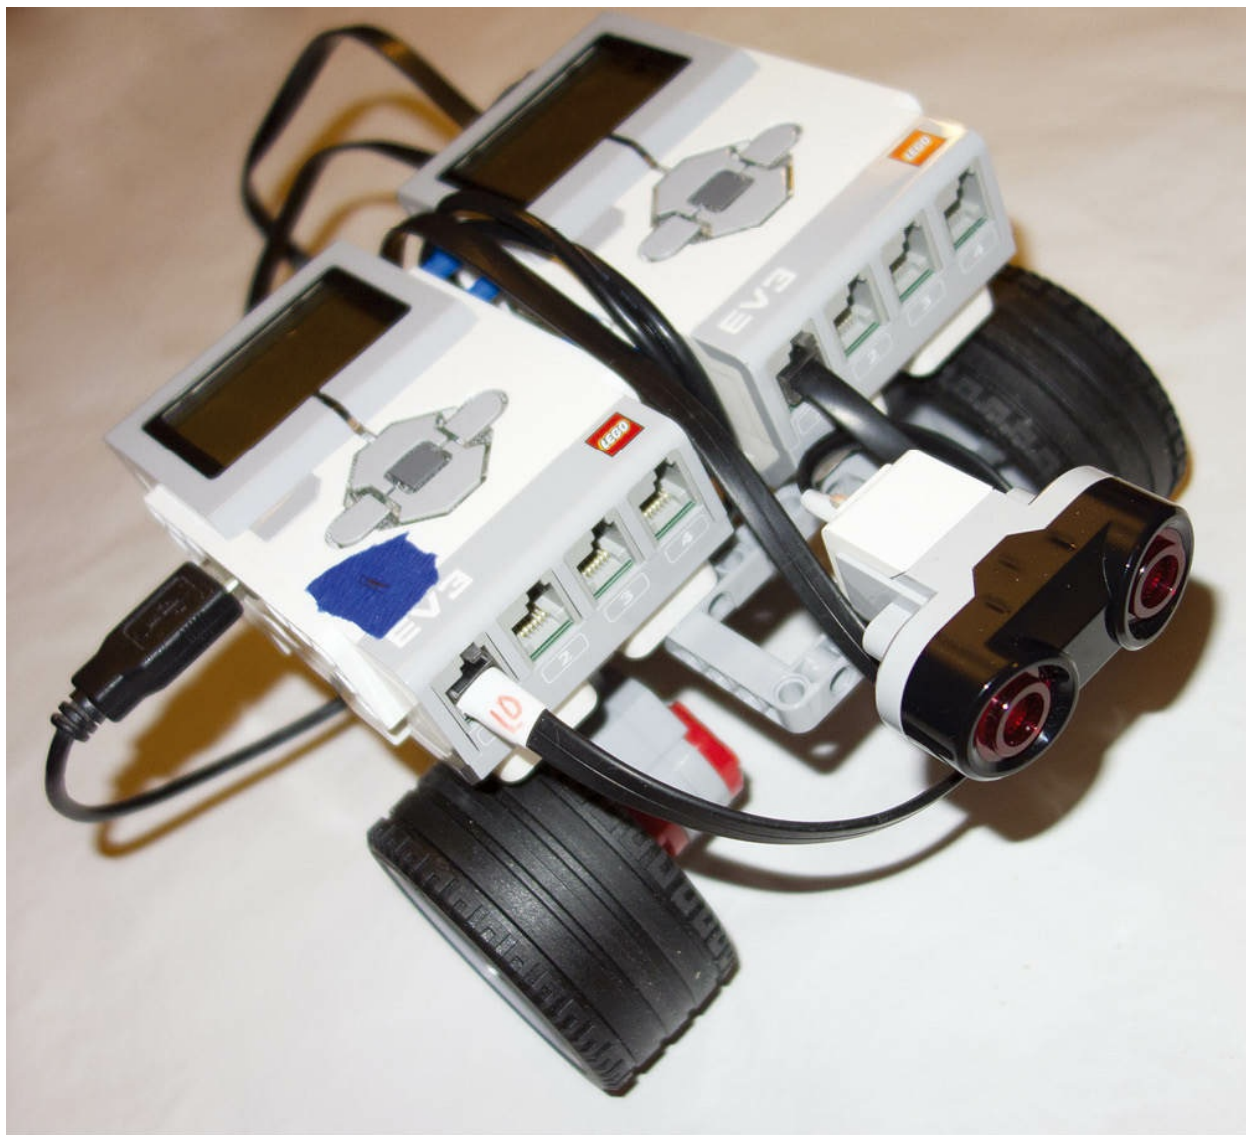

图11.37 避障机器人
3. 使用两个黑色的销，将这个安装了超声波传感器的结构，安装在机器人前方的下面，如图11.37所示。